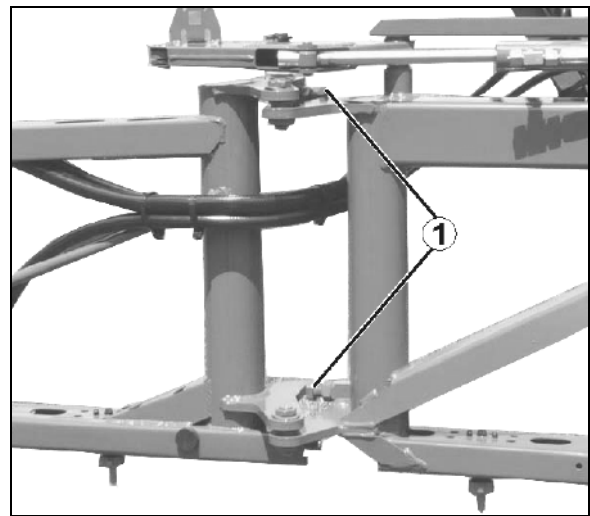

Fig. 179
1. Kontrollieren, ob der Ölstand an der Markierung (Fig. 179/1) bei nicht laufender und waagrecht stehender Pumpe sichtbar ist
2. Den Deckel (Fig. 179/2) abnehmen und Öl nachfüllen, wenn der Ölstand an der Markierung (Fig. 179/1) nicht sichtbar ist.
2. Deckel (Fig. 179/2) abnehmen.
5. Antriebswelle wechselweise nach rechts und links drehen und neues Öl langsam auffüllen. Die korrekte Ölmenge ist eingefüllt, wenn das Öl an der Markierung (Fig. 179/1) sichtbar ist.